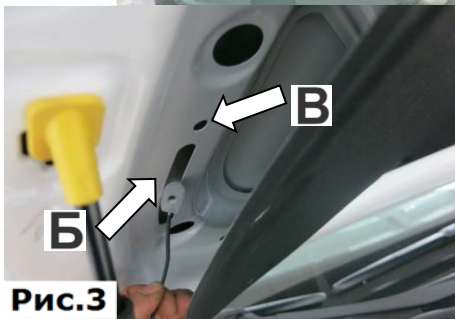

Рис.3
3. Держась за проволоку, завести планку закладную в отверстие (B) в усилителе капота. Совместить резьбовое отверстие в планке закладной с отверстием (B) от демонтированного пистона (А), (Рис.3).